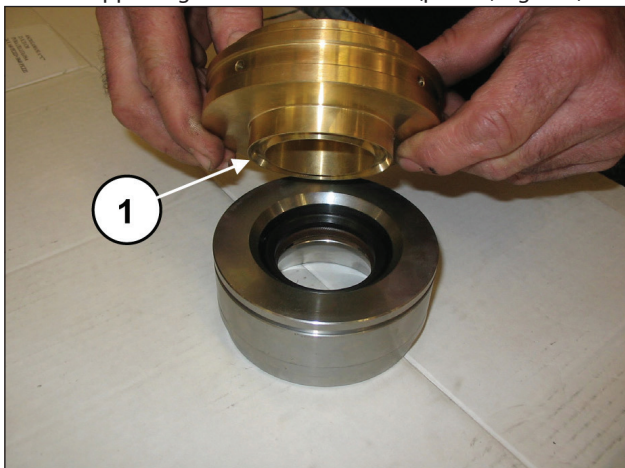

Fig. 138
Unire il supporto guarnizioni alla camicia (pos. ①, Fig. 138).